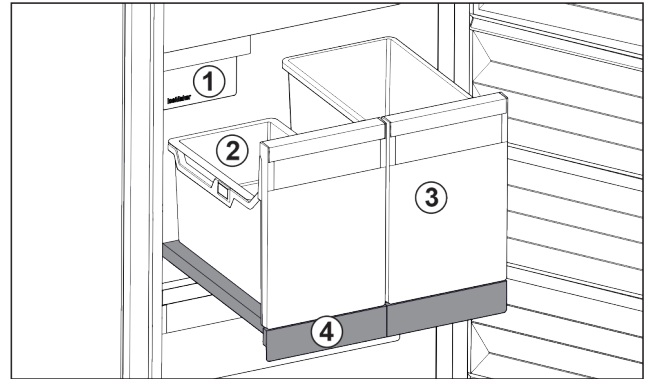

Fig. 138 Витяжна панель IceTower
- (1) IceMaker
- (2) Підвісний лоток для кубиків льоду
- (3) Резервуар наприклад для піци, алкогольних напоїв
- (4) Витяжна панель
На витяжній панелі є два високі резервуари (IceTower). В резервуарі Fig. 138 (2) кубики льоду з IceMaker збираються та зберігаються. Резервуар Fig. 138 (3) придатний для зберігання високих харчових продуктів, таких як піца та алкогольні напої.